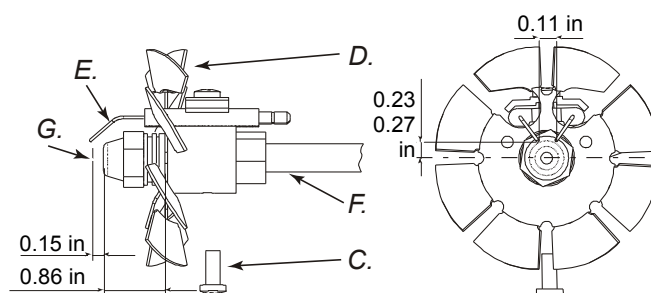

Figure 17 - Spécifications pour le montage des électrodes sur le tube porte-buse.
6. Repositionner le groupe disque flamme-électrodes selon les distances représentées sur la Fig. 17 chapitre 4.
8. Repositionner le groupe disque flamme-électrodes selon les distances représentées sur la Fig. 17 chapitre 4.